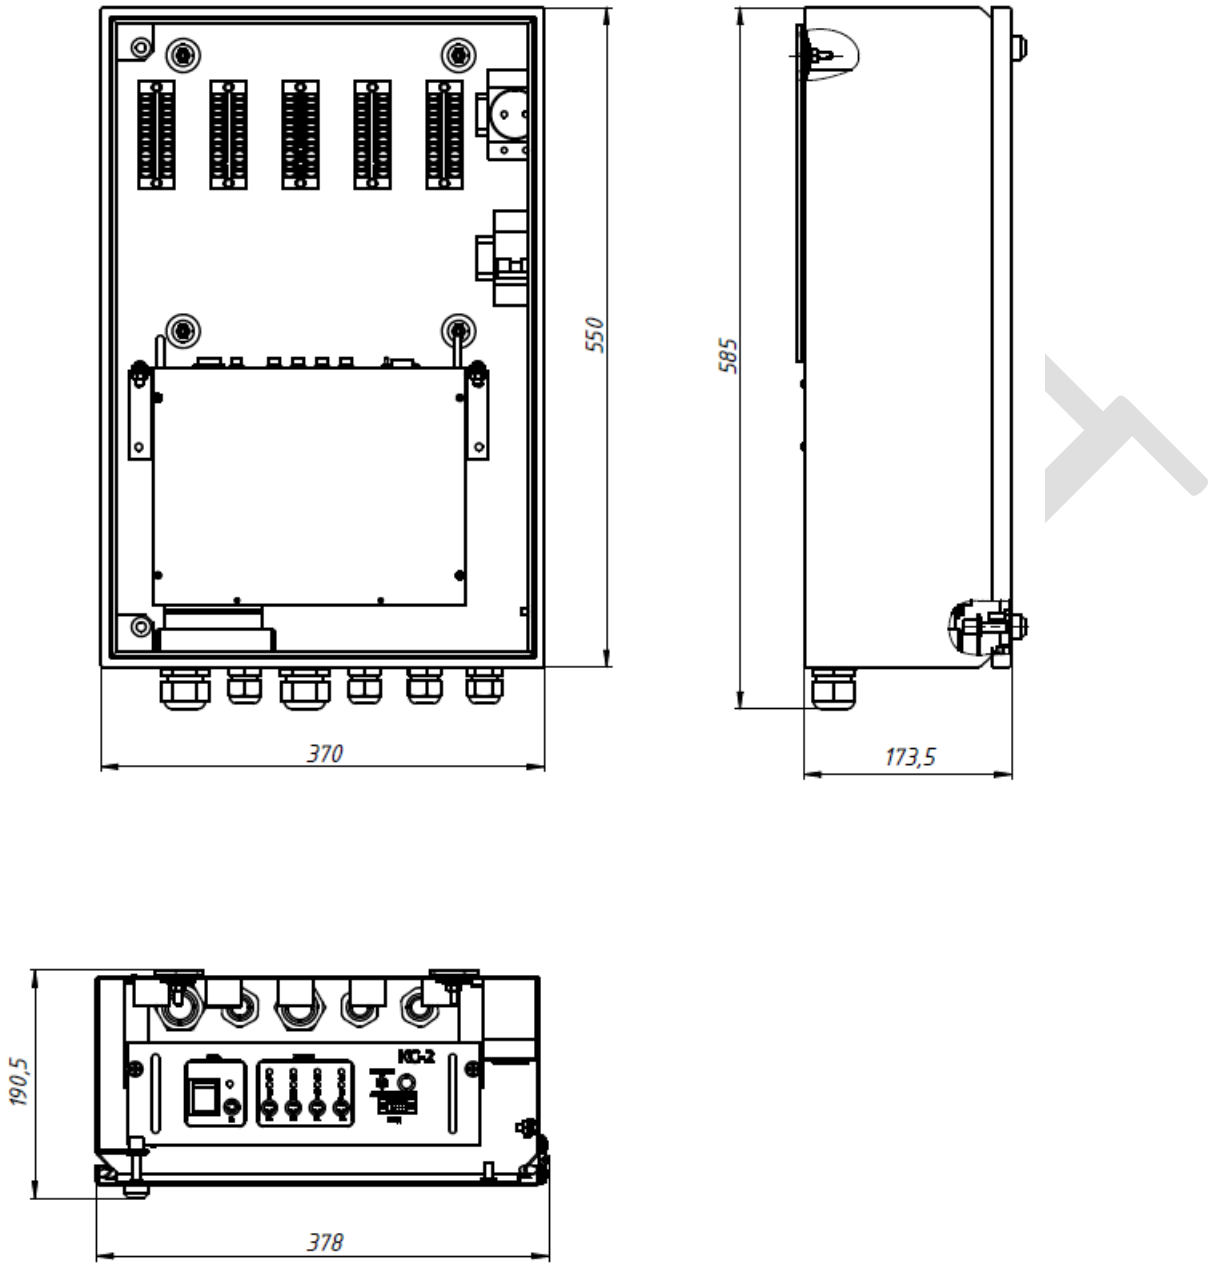

Рис.3
1.3.7 Габаритные и установочные размеры контроллера показаны на рис.3.